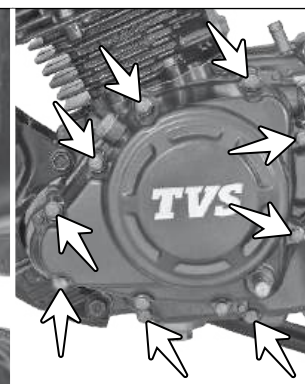

Fig. 3.36B
- Remova os parafusos M6x35 (setas) de fixação da tampa do conjunto do magneto e remova a tampa do magneto, batendo levemente com um martelo de nylon. (Fig. 3.36B)